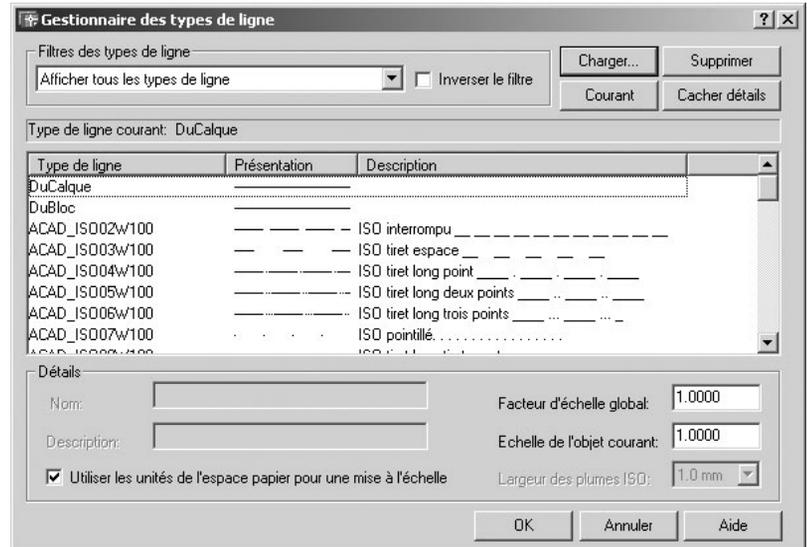

Fig.6.37
- ▶ **Pour l'ensemble des types de ligne** : modifier la valeur dans le champ **Facteur d'échelle global** (Global scale factor) de la boîte de dialogue **Gestionnaire des types de ligne** (Linetype Manager) (fig.6.37).